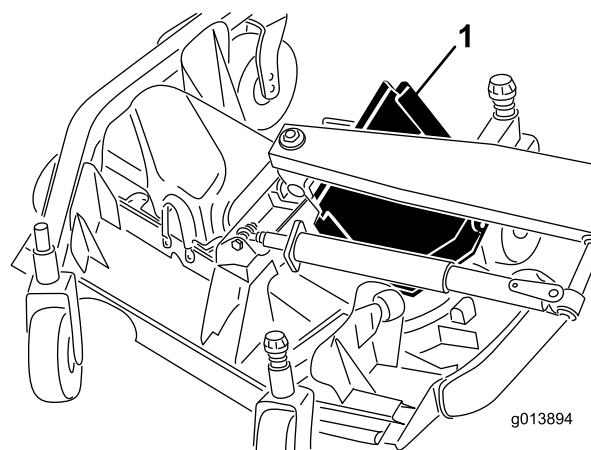

Figure 48
6. Soulevez le bord avant et guidez-le entre le bras de relevage et le galet pour le déposer (Figure 48).